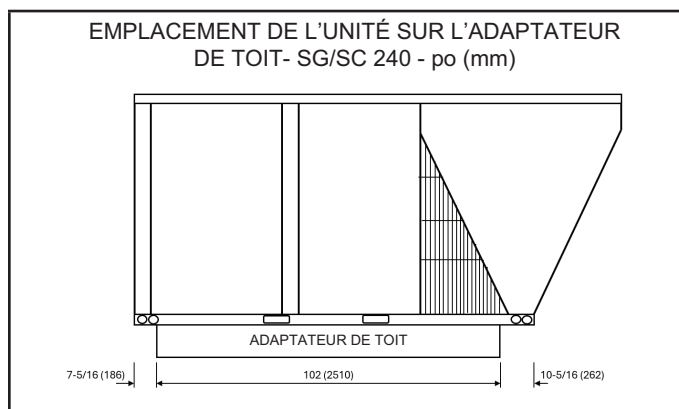

FIGURE 3
- 7 - 240 unités dépasseront également si elles sont installées sur le rebord de la boîte en C. Voir la FIGURE 3 pour plus de détails.